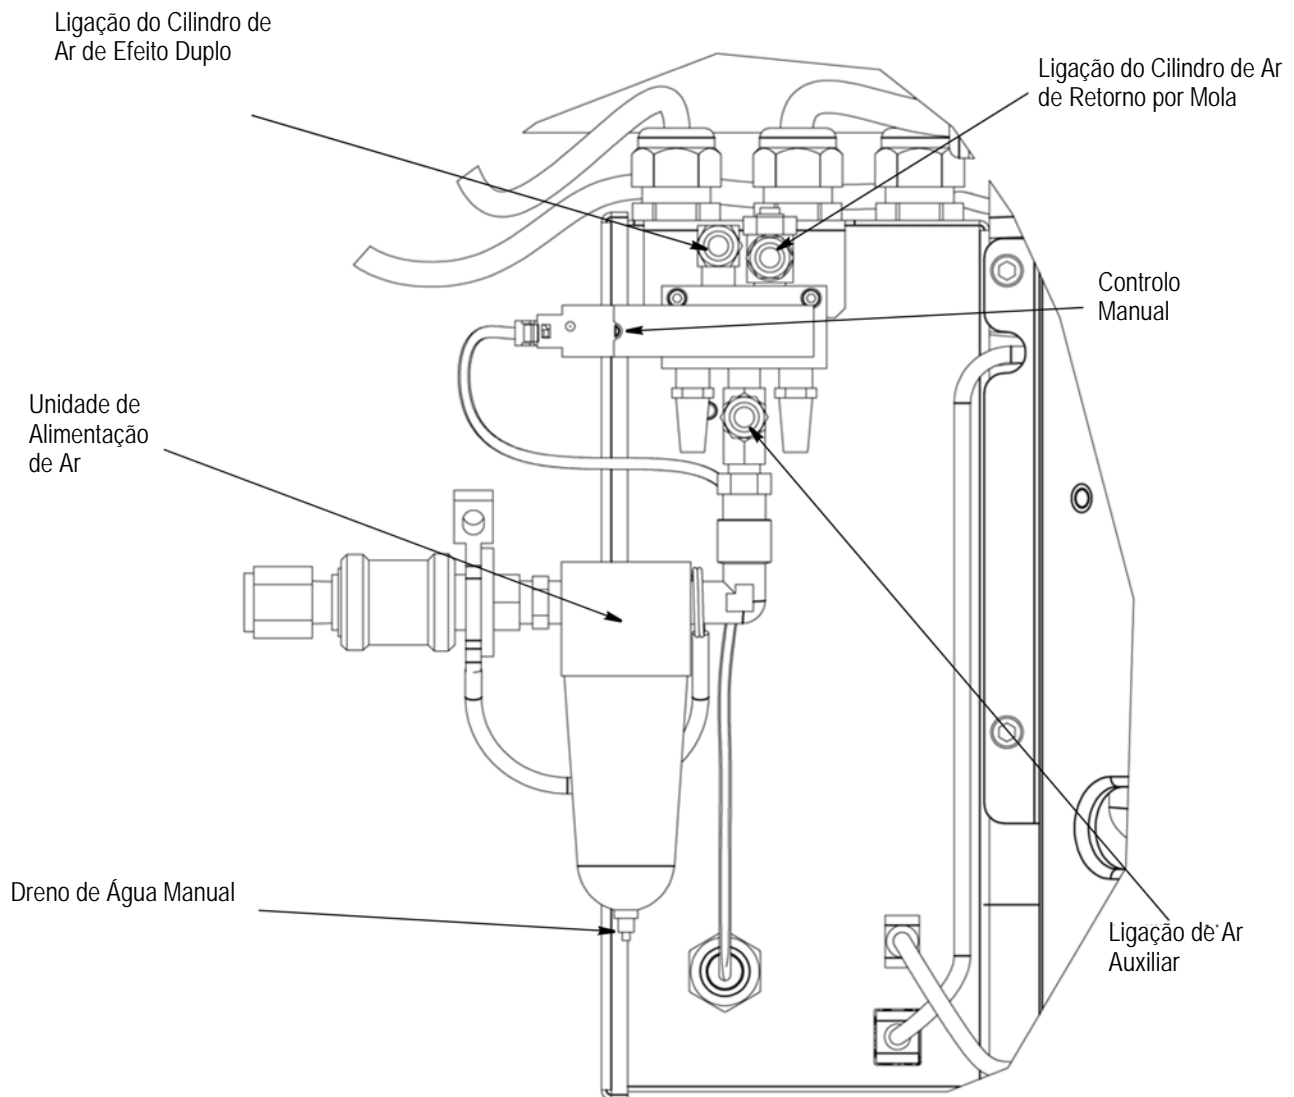

Figura 15
Siga o Passo 2 “*Procedimento de Instalação para Utilização do Cliente*” na ficha do kit de alimentação de ar 2161209 fornecida com o Kit de Alimentação de Ar 2161209-1 Figura 15
12. Instale o aplicador de alimentação de ar na placa de base e ligue às portas aplicáveis (ver Figura 15).
16. Para bloquear o ar na posição desligada, desligue o ar e fixe o bloqueio na posição indicada na Figura 15. Fixe o bloqueio com uma trava (fornecida pelo cliente).